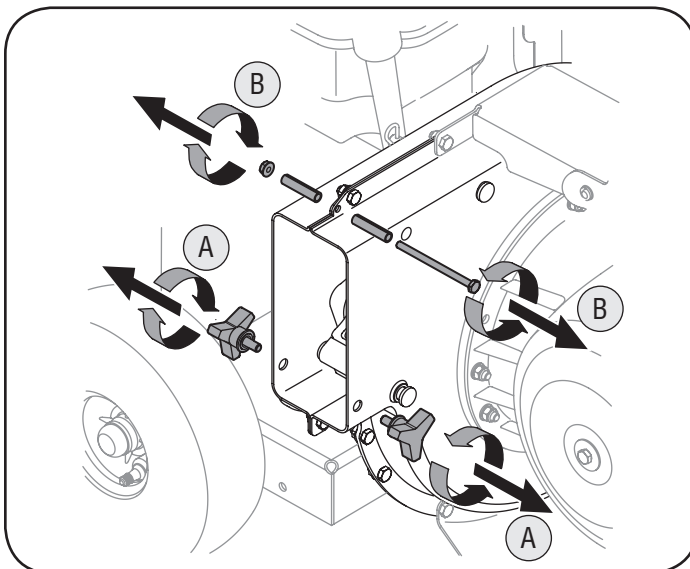

Figura 3
B. Saque la tuerca de seguridad hexagonal, los separadores y el bulón hexagonal de la parte superior de la caja del motor. Vea la Figura 3.